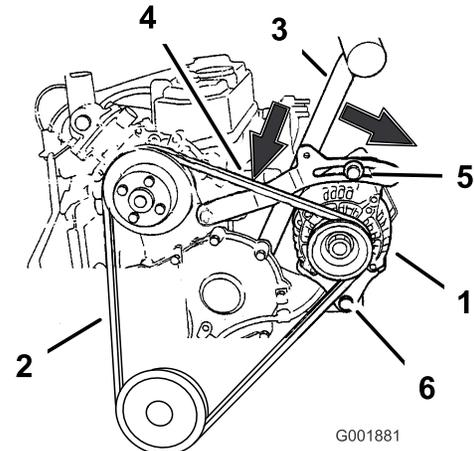

Bild 67
5. Lösen Sie die beiden Befestigungsschrauben der Lichtmaschine (Bild 67).
6. Nehmen Sie den Riemen von den Scheiben und der Lichtmaschine ab (Bild 67).
7. Montieren Sie einen neuen Riemen um die Spanscheiben und die Lichtmaschine (Bild 67).
1. Legen Sie einen Griff zwischen die Lichtmaschine und den Zylinderblock (Bild 67).
2. Richten Sie die Lichtmaschine nach außen so aus, dass der Riemen zwischen Motor und Lichtmaschine 10 bis 13 mm durchhängt (Bild 67).
5. Wenn die Riemenspannung korrekt ist, ziehen Sie die obere Schraube auf 19 Nm und die untere Schraube auf 61 Nm fest (Bild 67).